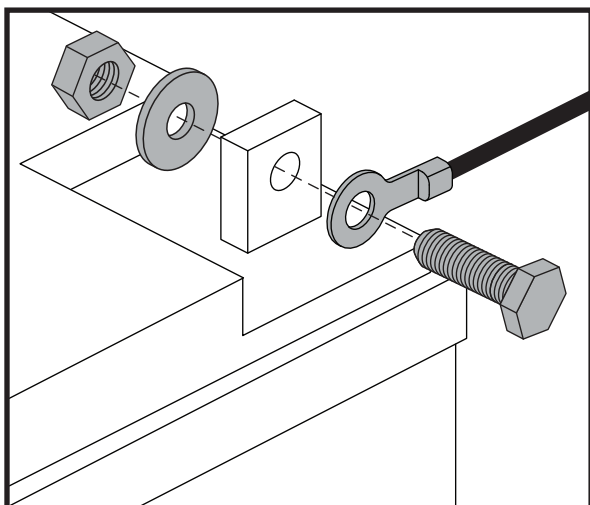

Figura 14. Equipo Terminal de la Batería
5. Desconecte los cables de batería de los terminales de batería deslizando hacia atrás las cubiertas de las terminales y desenroscando la tuerca del tornillo. **Ver la figura 14.**